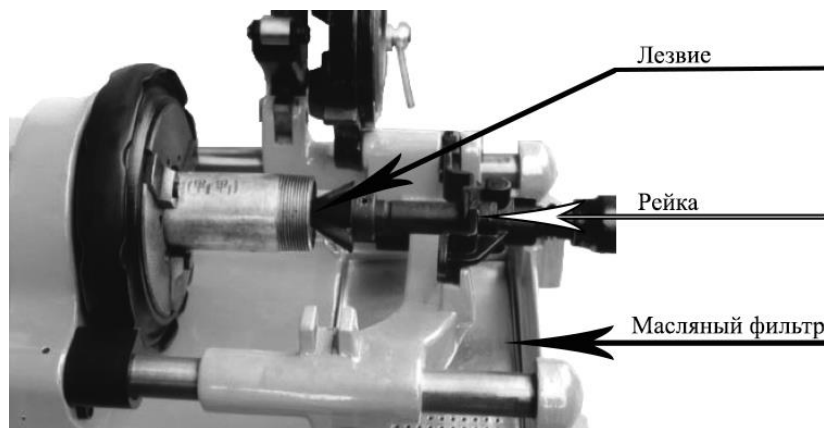

Рис. 6
2. Запустите станок. Сдвиньте каретку, чтобы гребенки касались трубы, и, прикладывая небольшое усилие, сформируйте требуемый скос.(см рис.6)